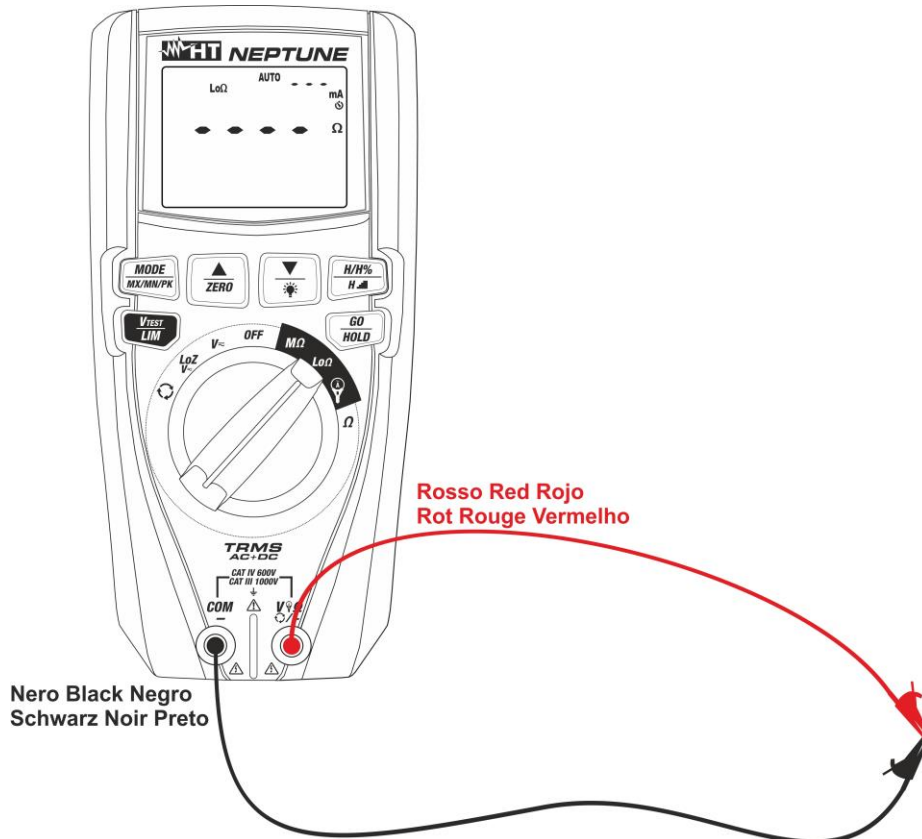

Fig. 32: Collegamento dei cavi in funzione compensazione
2. Inserire i cavi di misura ai terminali di ingresso **VΩΩ/+** e **COM/-**, collegare i terminali a coccodrillo e cortocircuitare le estremità dei cavi tra loro (vedere Fig. 32)